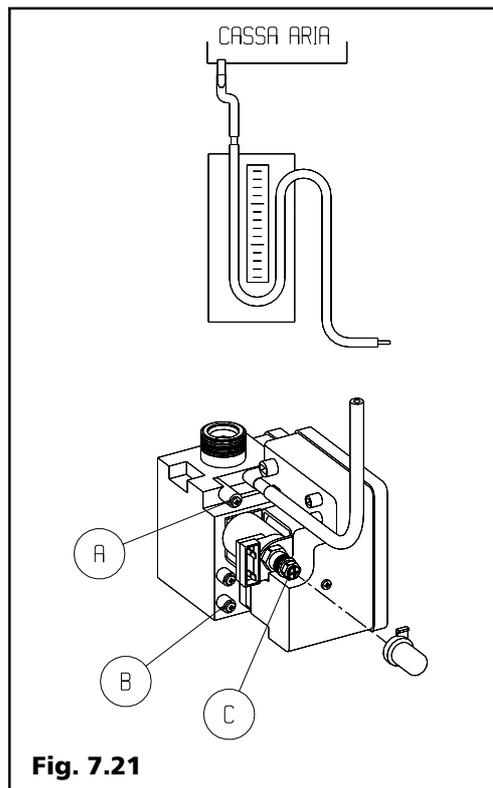

Fig. 7.21
7.5 Taratura delle pressioni al bruciatore, verifiche preliminari (Fig. 7.21)
Per effettuare taratura e verifiche è indispensabile munirsi di misuratore di pressione (a colonna d'acqua o digitale) cacciavite a taglio medio e chiave a tubo del 10 mm. Procedere come di seguito descritto (fig. 7.21):